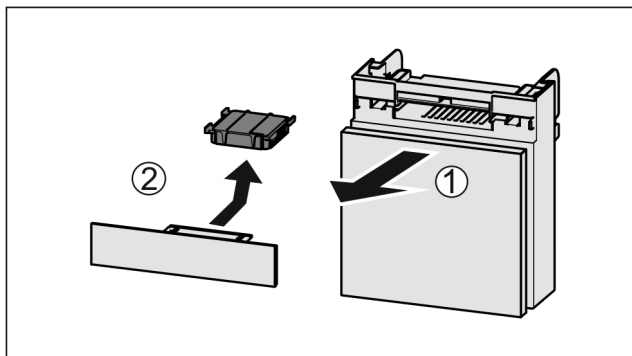

Fig. 88
- ▶ Pretinac izvucite Fig. 88 (1) prema naprijed.
- ▶ Izvadite filtarski s aktivnim ugljenom Fig. 88 (2).